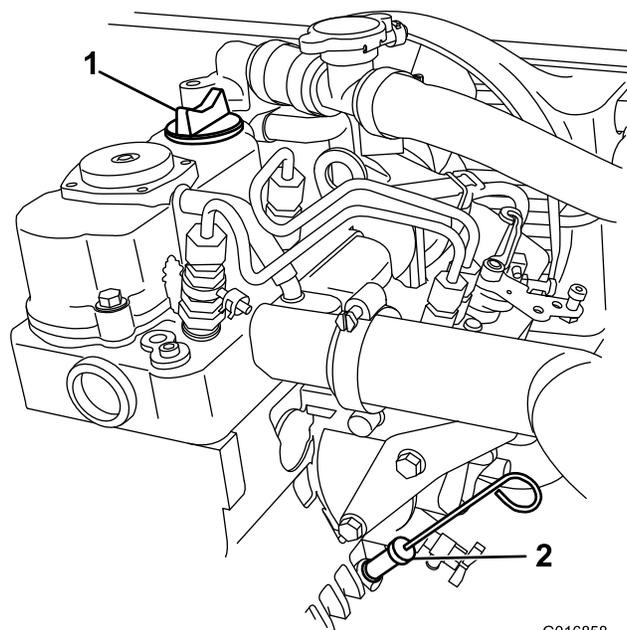

Рисунок 38
8. Очистите поверхность вокруг масломерного щупа и крышки заливной горловины и выньте щуп (Рисунок 38).